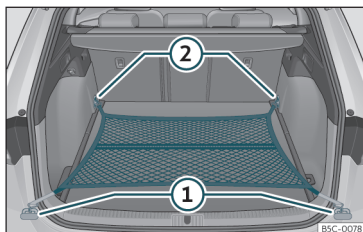

Fig. 125 En el maletero: bolsa de red enganchada a ras del suelo.
- Fije los ganchos de la red en las argollas de amarre ① y ② »» **fig. 125** »» ⚠. La cremallera de la bolsa tiene que quedar hacia arriba.